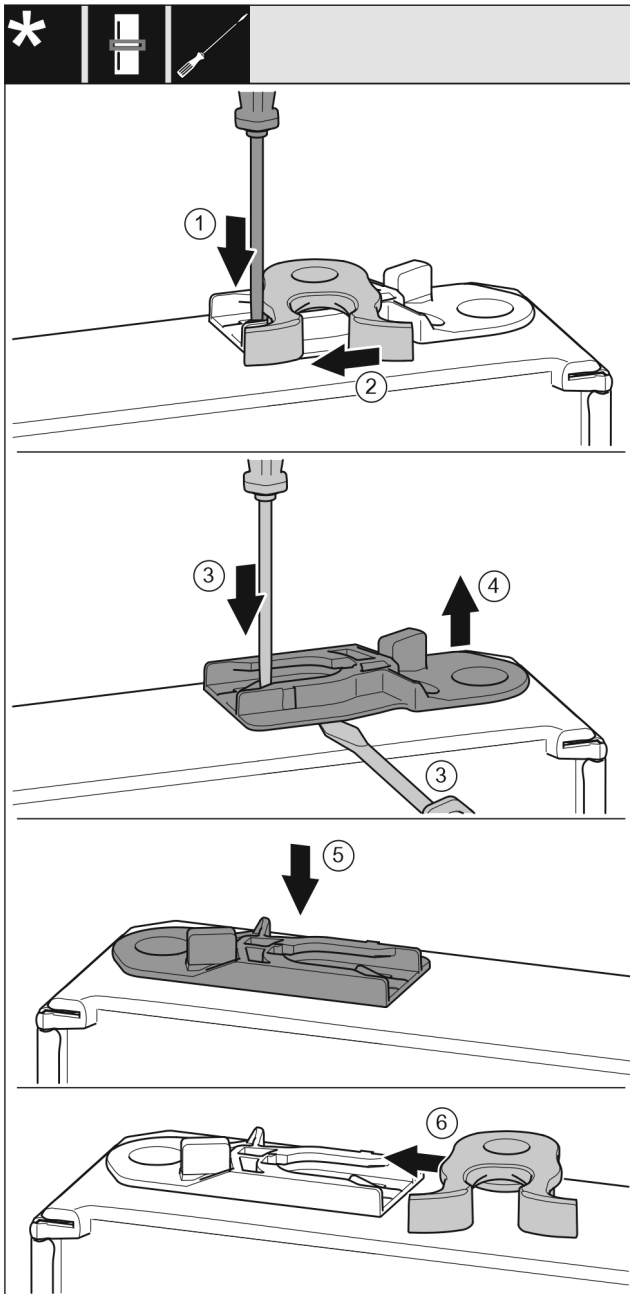

Fig. 19
- Shtypni për poshtë gjuhëzën Fig. 19 (1) me një kaçavidë me kokë petë.
- Nxirni jashtë nga foleja udhëzuese grepat e mbylljes Fig. 19 (2).
- Nxirni jashtë manikotën udhëzuese Fig. 19 (3, 4): Shtypni gjuhëzën me një kaçavidë me kokë petë dhe në të njëjtën kohë futni një kaçavidë me kokë petë poshtë manikotës udhëzuese.
- Futni në anën tjetër të kasës manikotën udhëzuese Fig. 19 (5) të përfshirë në përmbajtjen e paketimit.
- Futni grepat e mbylljes Fig. 19 (6) në fole të udhëzuese.